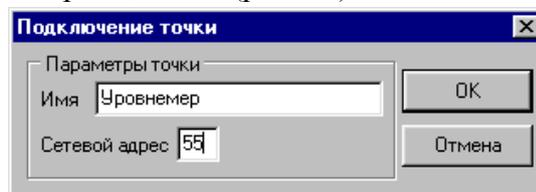

Рис. 1.7
3. Введите название и сетевой адрес датчика (рис.1.7).